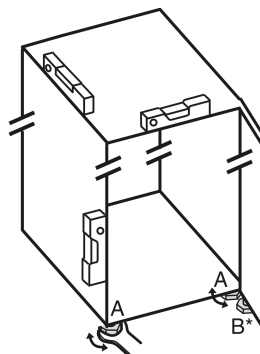

Fig. 5
- ▶ Skruva ut justeringsfötterna Fig. 5 (A) med bifogad skruvnyckel och ta hjälp av ett vattenpass så att skåpet står stadigt och jämnt.
- ▶ Skruva ut lagerbockens justeringsfot *Fig. 5 (B)* med bifogad skruvnyckel tills den står på golvet.
- ▶ Vrid justeringsfoten *Fig. 5 (B)* ytterligare 90°.